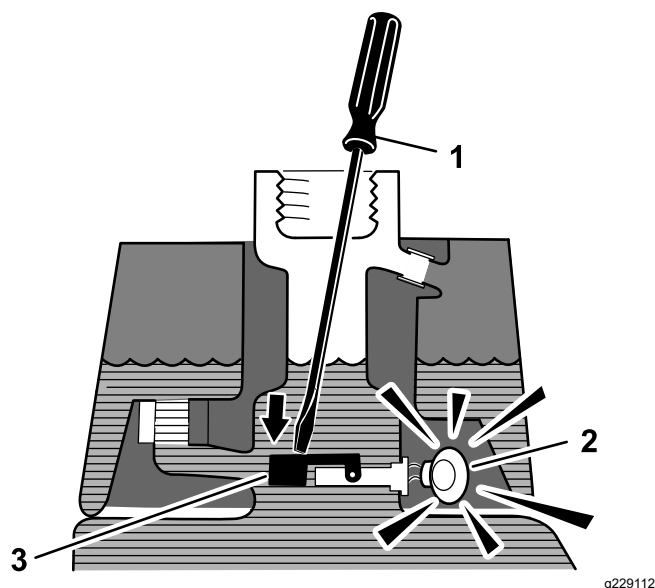

Figura 51
3. Introduzca una varilla o un destornillador limpio en el cuello del depósito y empuje hacia abajo, con cuidado, el flotador del sensor (Figura 51); debe sonar la alarma después de la demora de un segundo.